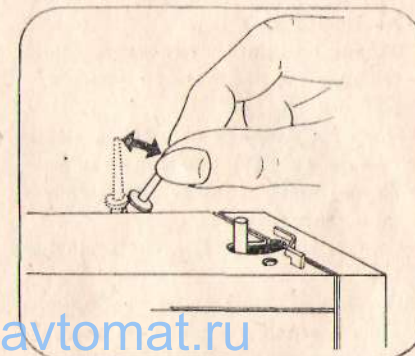

рис. 6
6. Установка стержней для катушек (рис. 6)